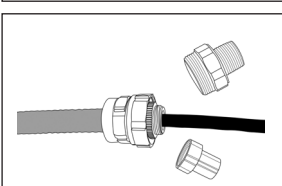

Figure 7
- Démonter le manchon du pré-assemblage du corps en desserrant l'écrou d'accouplement rouge et en dévissant la chambre d'obturation (Figure 7).